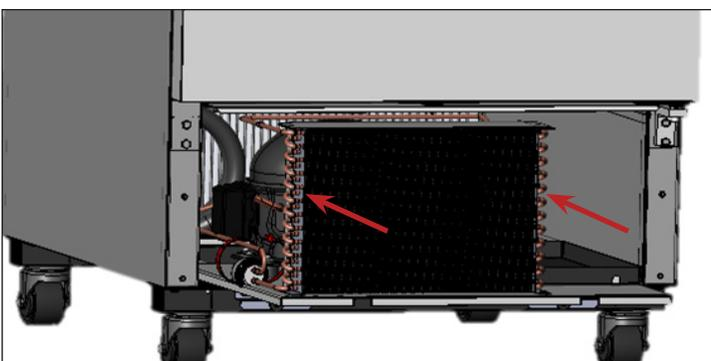

Fig. 7. Riportare con attenzione l'unità di condensazione in posizione e reinserire i bulloni.
9. Reinstallare le staffe della serpentina (se applicabile). Riportare poi con cautela il gruppo del compressore in posizione e avvitarlo in posizione. Vedere fig. 7.